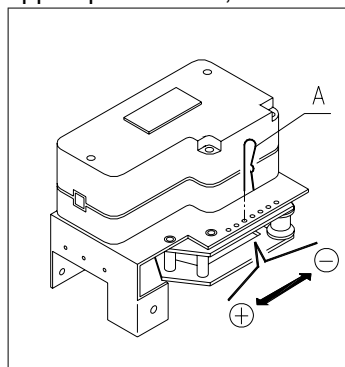

Abb. 15
8.7 REGULIERUNG RIEMENSPIANNUNG ABB. 15
- Den Blockiersplint für die Spannung des betreffenden Riemens entfernen, A ABB. 15;
- Die Spanngruppe B ABB. 15 nach unten herausziehen, bis es komplett ausgetreten ist;
- Die hintere Platte C ABB. 15 herausnehmen (ist als Optional vorhanden);